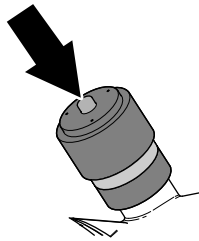

Figure 122
- Si une bande rouge est visible dans l'indicateur de colmatage, appuyez sur le bouton de réinitialisation au bout de l'indicateur (Figure 122).